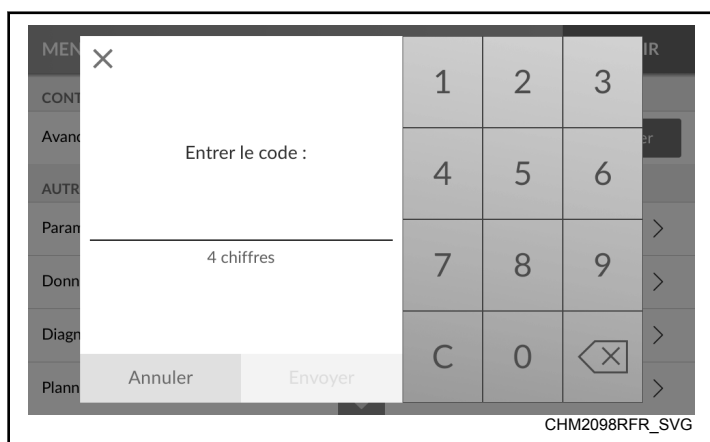

Figure 18
6. Appuyez sur "Départ". L'écran du Menu Marche s'affiche et indique "Départ Différé" pour la première étape. Voir *Figure 18*. Il est possible d'annuler le Départ Différé en appuyant sur